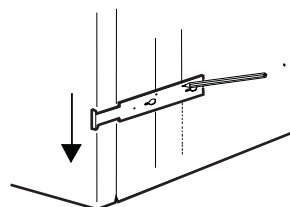

Fig. 8.2
1. Använd monteringsmallen och rita två vertikala linjer (se Fig. 8.2) på båda sidorna.